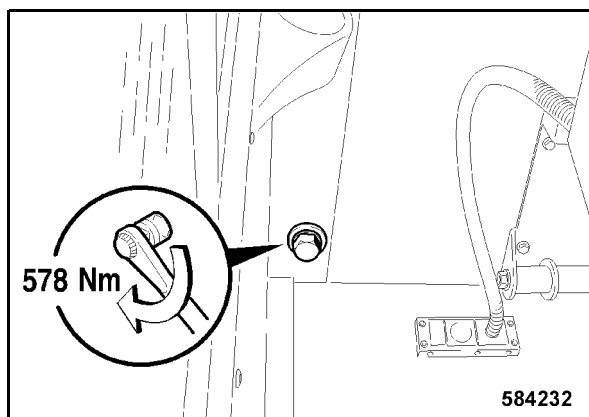

Fig. 180
- El tornillo de fijación trasero, interior de la derecha hay que apretar con 578 Nm (Fig. 180).